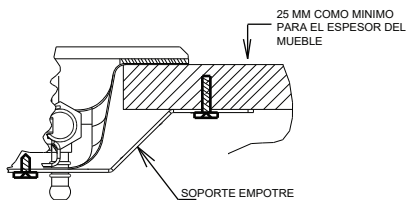

fig.4
1. Retire todo el embalaje del artefacto, considere que; si ya no le sirve este debe ser reciclado y proceda a introducir su artefacto dentro del agujero de empotre, verificando que esta quede centrada, fig. 4.